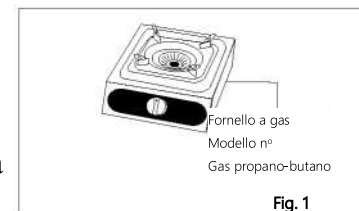

Fig. 1
- Non utilizzare un gas diverso da quello indicato nel presente manuale e sulla targhetta fissata sull'apparecchio (Fig. 1). **Categoria del dispositivo: I 3B/P, I 3+**